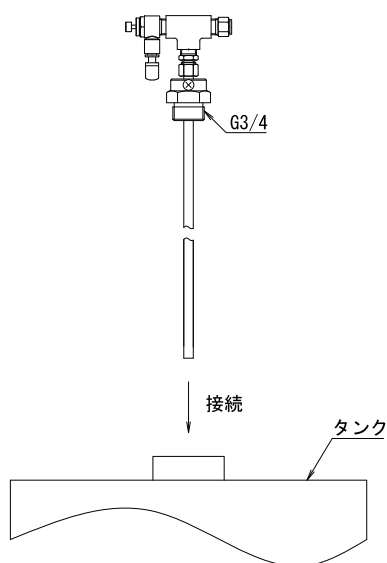

Fig.3.6
- 2) 検知管にある「アダプタ」（ネジ：G3/4 オス）を、タンクの接続口にしっかりと固定してください。(Fig.3.6)